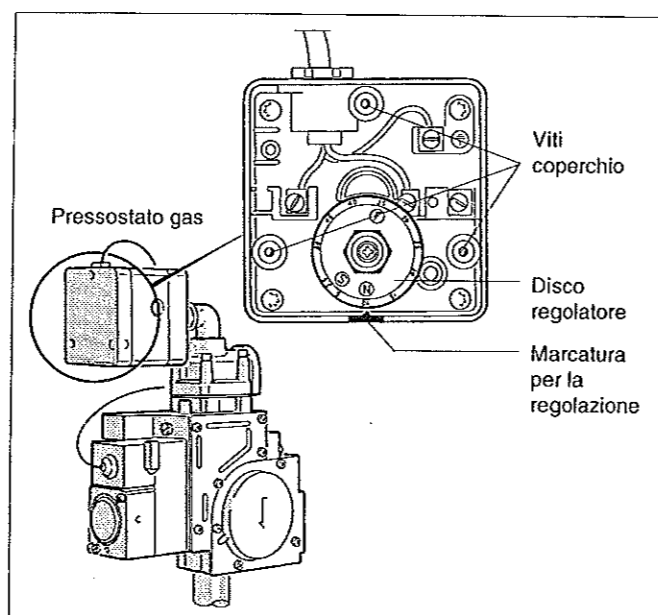

Fig. 32: Pressostato gas "Honeywell" VR 4905
- ⊛ Togliere il coperchio del pressostato dopo aver svitato le relative viti (Fig. 32).
- ⊛ Regolare il pressostato sul nuovo tipo di gas: N = metano, F = gas liquido (Fig. 32).